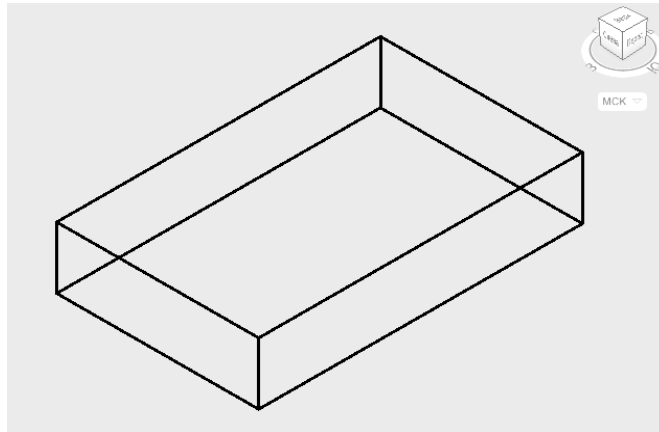

Рисунок 10.1 – Призматична підстава
1. Побудувати підставу деталі, використовуючи команду ЯЩИК у відповідності з рис.10.1.